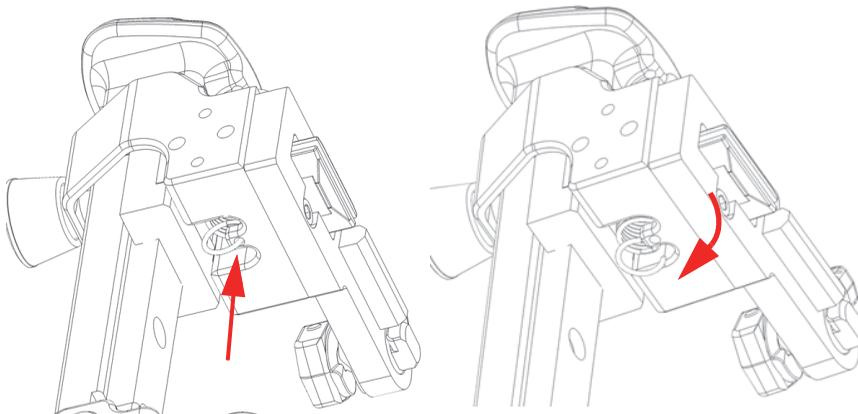

Figure 2-29 Retrait du ressort du trou de fixation
1. À l'aide de pinces à bec long, retirez la partie inférieure du ressort du trou du support du bras à ressort (Figure 2-29 à la page 64).